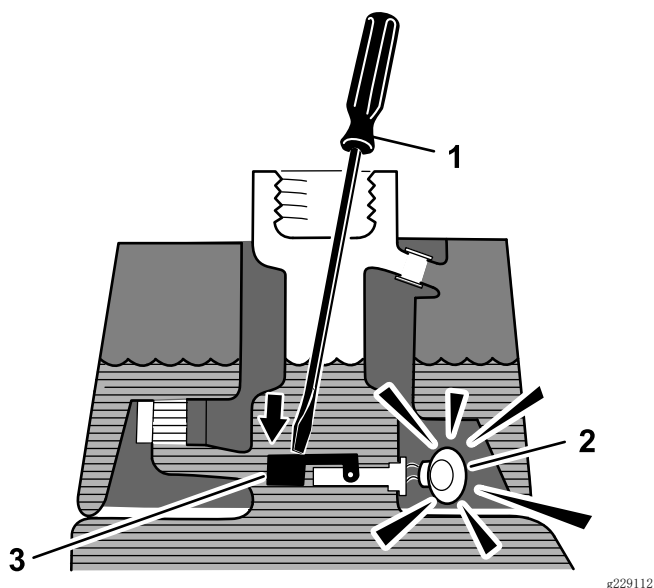

图40
3. 将干净的支杆或螺丝刀插入油箱颈，然后轻轻地向下推至浮动开关上（图40）；经过 1 秒钟的延迟后，警报应响起。